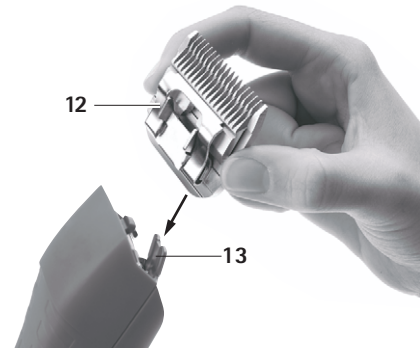

Abb. 2
- Scherkopf 12 auf geöffnetes Messerscharnier 13 stecken, siehe Abb. 2.
- Scherkopf 12 leicht in Richtung Schermaschine FAV5 CL/FORTIS drücken, siehe Abb. 2.